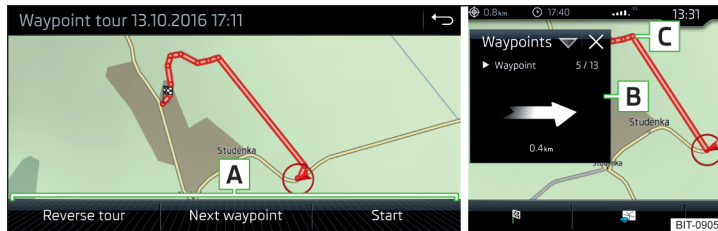

Abb. 246 Anzeige einer Wegpunkttour / Abfahren einer Wegpunkttour
- › Eines der folgenden Menüs auswählen **A** » Abb. 246.
Während des Abfahrens einer Wegpunkttour erfolgt im Zusatzfenster **Wegpunkte** die Anzeige der Richtung sowie des Abstands zum nächsten Wegpunkt, der fortlaufenden Nummer des nächsten Wegpunktes sowie der Gesamtzahl der Wegpunkte **B** » Abb. 246.
Die Wegpunkttour von der Fahrzeugposition zum nächsten Wegpunkt „nimmt“ während der Fahrt sukzessive „ab“ **C** » Abb. 246.
- > Anzeige der Wegpunkttour » Abb. 246 auf Seite 211